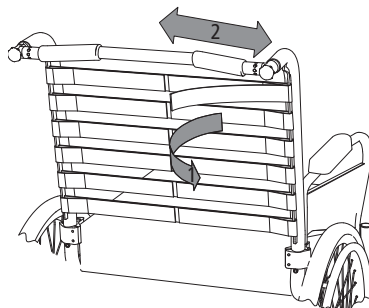

Abb. 23
1. Zur Einstellung der Rückenbespannung entfernen Sie die Polsterauflage und lösen Sie die Kletttaftverbindung der Gurtbänder (1, Abb. 23).
2. Anschließend können Sie die Gurtbänder in der gewünschten Einstellung zusammenkletten (2, Abb. 23). Beginnen Sie dabei am untersten Gurtband. Zum Schluss klappen Sie die Polsterauflage wieder darüber.